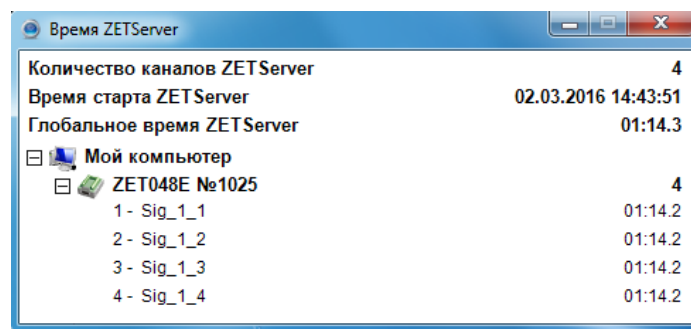

Рисунок 7
- убедиться, что в окне программы «Время ZETServer» (Рисунок 7) появилась информация о подключении регистратора ZET048 (определились измерительные каналы и началось непрерывное и синхронное изменение времени на каналах).